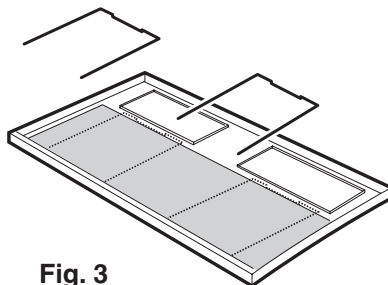

Fig. 3
- Pour enlever le filtre, ouvrez la grille et enlevez les points de blocage. **Fig. 3**